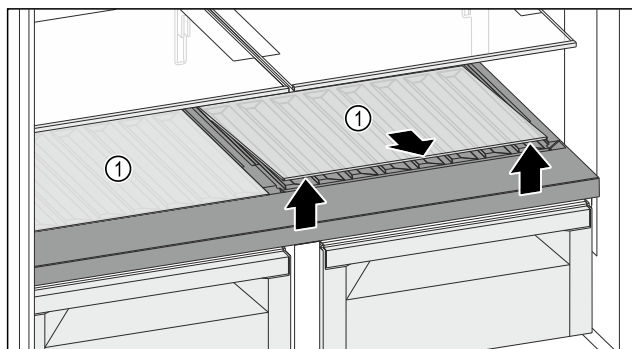

Fig. 132
- Podignite jednu staklenu ploču ili obje staklene ploče Fig. 132 (1) na otvoru sprijeda i izvadite ju/ih.
- Čuvajte staklenu(e) ploču(e) Fig. 132 (1) na sigurnom izvan uređaja.